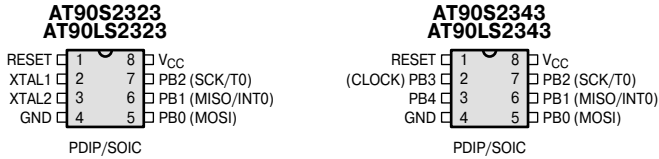

Рис. 1.4. Расположение выводов моделей AT90S/LS2323 и AT90S/LS2343
- AT90S2323/AT90LS2323, AT90S2343/AT90LS2343 (**Рис. 1.4**) имеют FLASH-память программ объемом 2 Кбайт, EEPROM-память данных объемом 128 байт и ОЗУ объемом 128 байт. Количество контактов ввода/вывода равно 3 (AT90xx2323) или 5 (AT90xx2343);